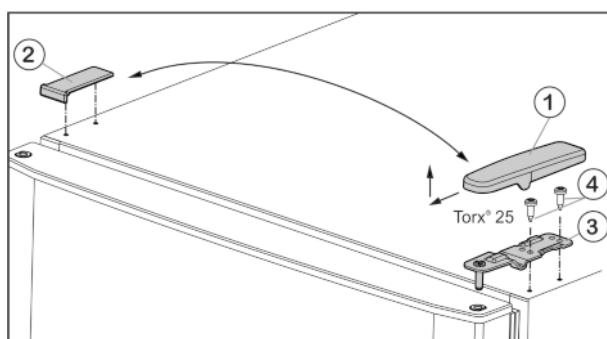

Fig. 5
- Izvelciet pārsegū Fig. 5 (1) virzienā uz priekšu un uz augšu.
- Noceliet pārsegū Fig. 5 (2).
- Augšējo gultņa balstu Fig. 5 (3) noskrūvējet (2 reizes Torx® 25) Fig. 5 (4) un noņemiet virzienā uz augšu.
- ▶ Augšējo gultņa balstu Fig. 5 (3) ielieciet durvis jaunajā eņģu pusē.
- ▶ Pieskrūvējiet augšējo gultņa balstu **stingri** (ar 4 Nm) (2 reizes Torx® 25) Fig. 5 (4). Iespējams izmantojiet akumulatora skrūvgriezi.
- ▶ Pretējā pusē uzlieciet pārsegū Fig. 5 (1) no ārpuses un nofiksējiet.
- ▶ Attiecīgi pretējā pusē uzlieciet pārsegū Fig. 5 (2) no augšas un nofiksējiet.